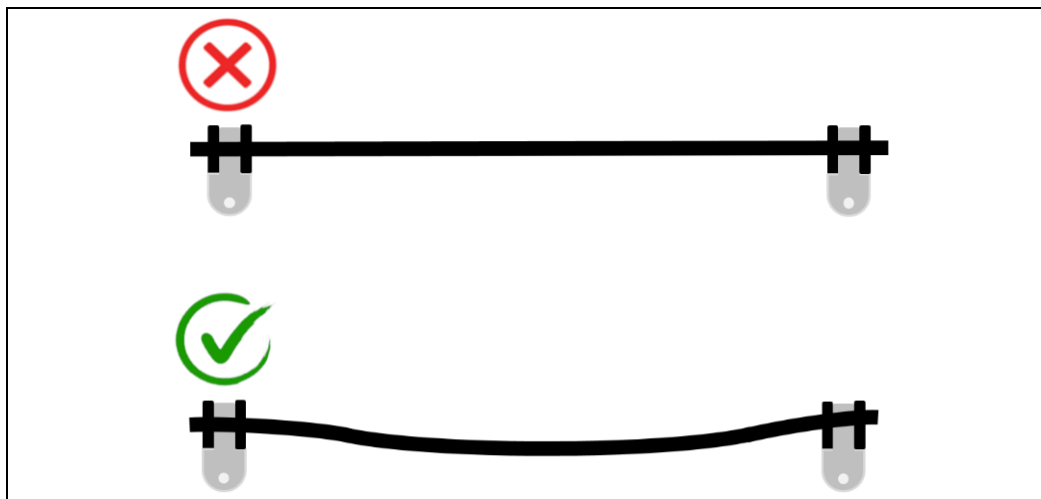

Fig. : 1 : Pose du câble hybride
- ▶ Pour les tuyaux flexibles (intégrés), des variations de longueur de -4 % à +2 % peuvent survenir sous la pression de service maximale par rapport à la longueur nominale. Il faut donc procéder au montage avec une faible flèche. (voir chap. 3.1.1, fig. 1)